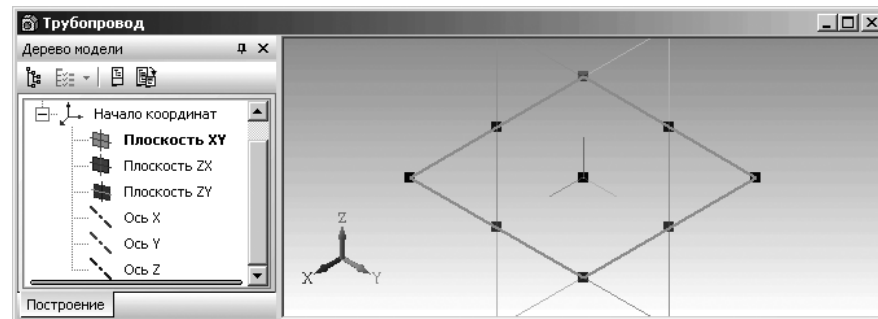

Рис. 2.118. Окно модели **Трубопровод** в режиме выделения плоскости **XY** с ориентацией – **Изометрия XYZ**
- щелкните на панели инструментов **Вид** по правой стрелке кнопки **Ориентация**, а в выпадающем списке по пункту **Изометрия XYZ**. Появится соответствующая плоскость (рис. 2.118).